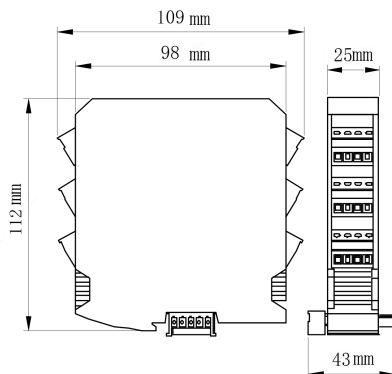

图 D-19 外形尺寸图
- MAC160/PAG310/MAC320 外形尺寸如图 D-19 所示。